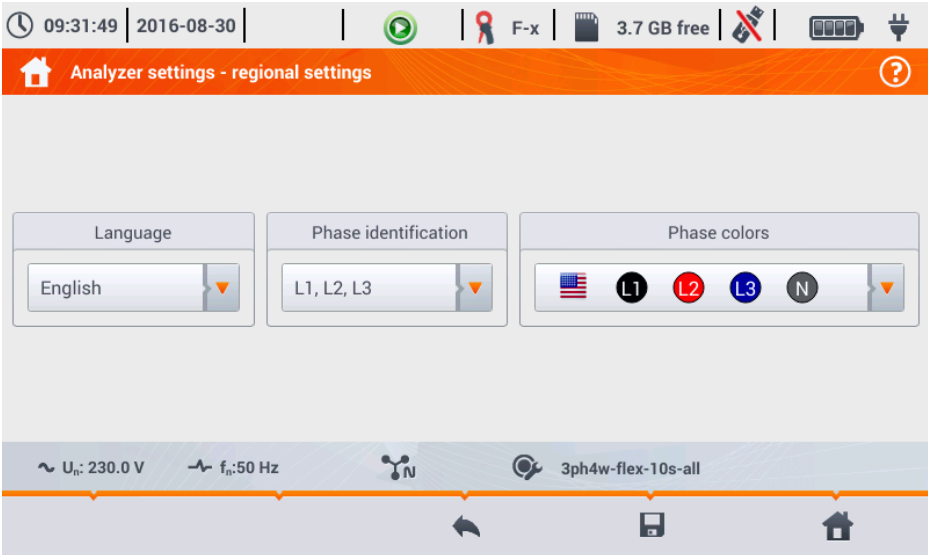

Abb. 16. Analysator Einstellungen – Regionale Einstellungen
- **REGIONAL SETTINGS (REGIONALE EINSTELLUNGEN)** – in dieser Ansicht (Abb. 16) kann ausgewählt werden: